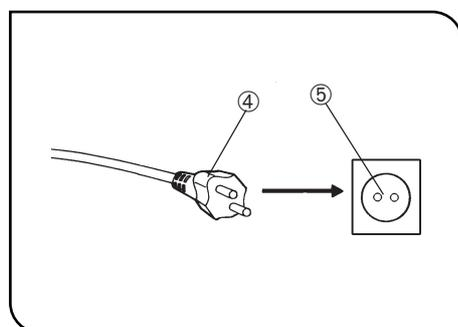

Fig. 32
2. Brancher le cordon d'alimentation dans la prise secteur ⑤ (Fig. 32).